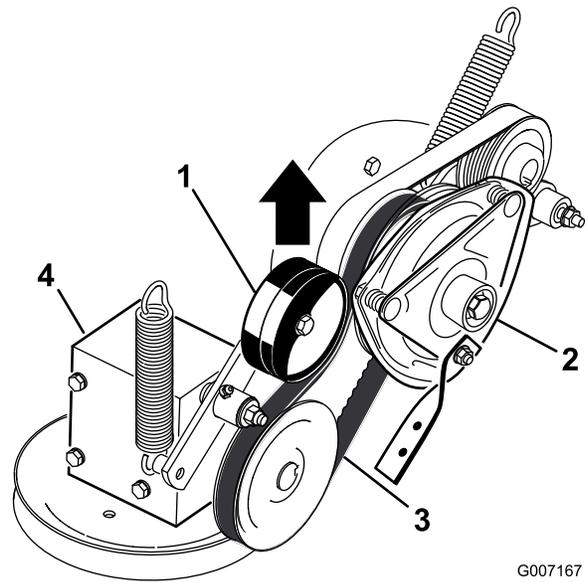

Figura 61
4. Sollevate la puleggia tendicinghia a molla della cinghia di trasmissione della PDF e rimuovete la cinghia dalla puleggia della frizione (Figura 61).
16. Sollevate la puleggia tendicinghia a molla della cinghia di trasmissione della PDF e installatela sulla puleggia della frizione (Figura 61).